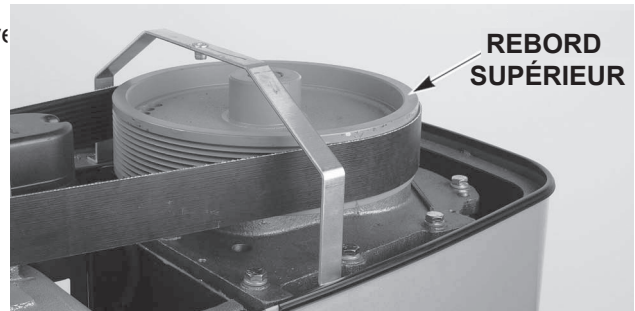

Fig. 1
- Placez un niveau sur le bord supérieur de la grande poulie (fig. 1). Glissez les cales sous la surface de contact de la base du batteur-mélangeur comme requis pour le niveler d'avant en arrière et d'un côté à l'autre.